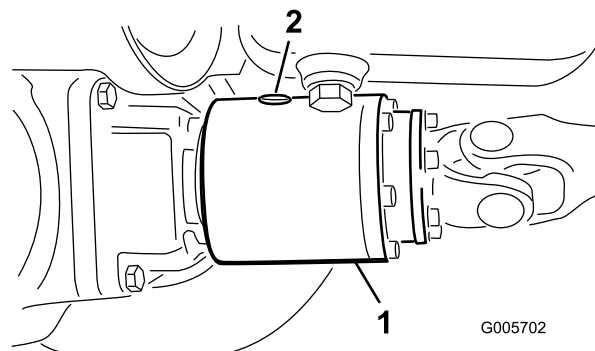

Figura 32
2. Rode a embraiagem (Figura 32) de forma a que o tampão de verificação (na posição das 12 horas) fique na posição das 4 horas.